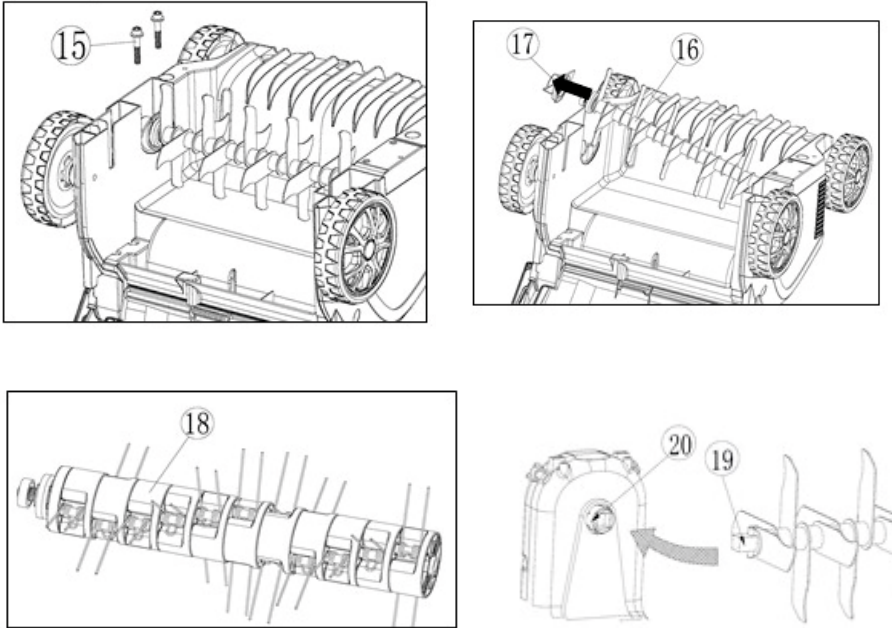

Рис. 9
1. Открутите два винта (рис. 9 поз.15) с нижней стороны корпуса.
2. Приподнимите цилиндр скарификатора (рис. 9 поз.16) под углом и вытяните приводной вал.
3. Снимите корпус подшипника (рис. 9 поз.17) с вала цилиндра (рис. 9 поз.16).
4. Установите корпус подшипника (рис. 9 поз.17) на новый цилиндр (рис. 9 поз.16).
5. Новый цилиндр (рис. 9 поз.16) вставляется в приводе вала (рис. 9 поз. 20).
6. Прикрутите корпус подшипника (рис. 9 поз.17) к нижней стороне корпуса, не затягивая слишком сильно.
7. Другого типа цилиндр (рис. 9 поз.18) для замены.